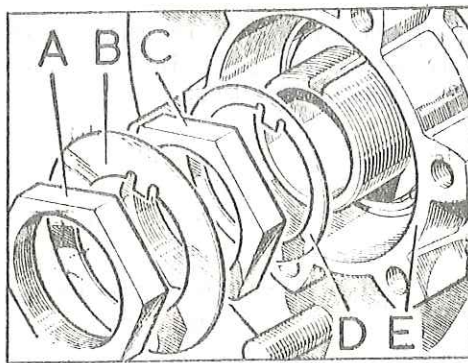

Fig. E -11 Elementos de fijación -
- 1.3. Soltar las tuercas de fijación del cojinete del buje (Fig. E -11).
- 4.2. Instalar la arandela con patilla, D (Fig. E -11) y la tuerca de ajuste, C, y ajustar el juego longitudinal del cojinete (Tarea E -4).